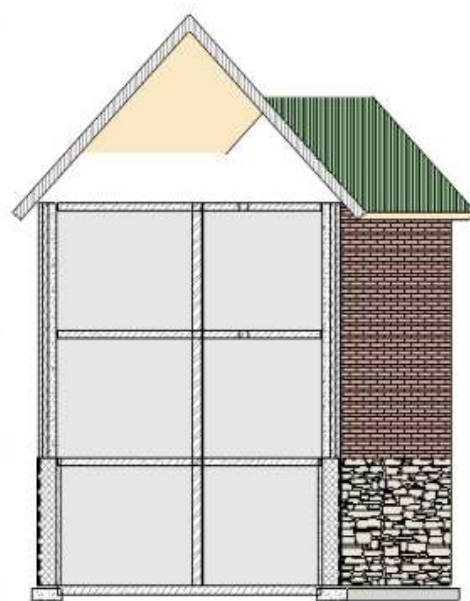

Рисунок 8.22
11. Активизируйте диалоговое окно **Параметры разреза** и измените значения (обведены красным) его параметров по-умолчанию так, как это показано на левом рисунке внизу. Разрез теперь выглядит более выразительным и информативным (рисунок 8.22).